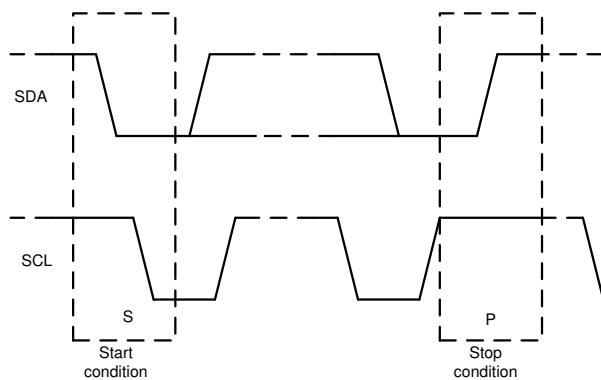

图 7-10. 启动和停止条件
1. 控制器通过产生启动条件来启动数据传输。启动条件是当 SCL 为高电平时在 SDA 线上发生从高到低的转换 , 如图 7-10 所示。所有与 I2C 兼容的器件都会识别启动条件。
4. 为了用信号指示数据传输结束，控制器通过在 SCL 线处于高电平期间将 SDA 线从高电平拉低来产生停止条件，如图 7-10 所示。此操作将释放总线并停止与寻址的目标器件之间的通信链路。所有与 I2C 兼容的器件都会识别停止条件。在收到停止条件后，将释放总线，然后所有目标器件等待启动条件，接着是匹配的地址。